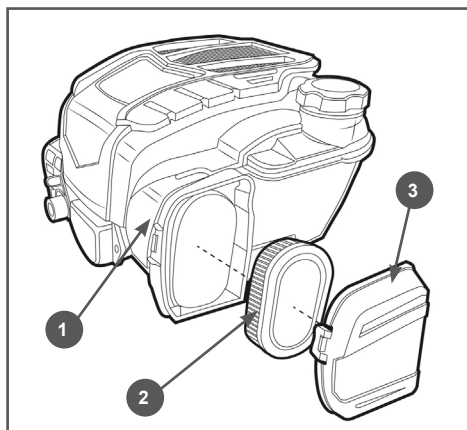

Рис. 12 Обслуживание воздушного фильтра
1. Снимите крышку воздушного фильтра 3 (Рис.12).
2. Извлеките из корпуса 1 фильтрующий элемент 2 (Рис.12).
Бумажный фильтрующий элемент 2 (Рис.12) не подлежит очистке, необходима его замена. Не продувайте бумажный фильтрующий элемент сжатым воздухом, не промывайте его в бензине и других растворителях.